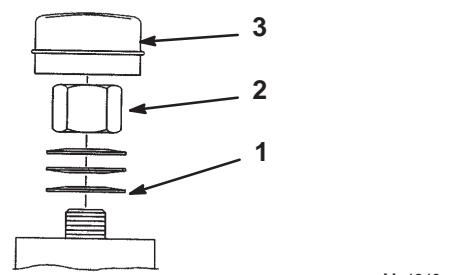

Figure 52
3. Retirez le capuchon anti-poussière de la roue et serrez le contre-écrou (Fig. 52).
4. Continuez de le serrer jusqu'à ce que les rondelles élastiques soient aplatis, puis desserrez-le de 1/4 de tour pour obtenir la précharge correcte des roulements (Fig. 52).
Important Veillez à installer les rondelles comme illustré à la Figure 52.
5. Replacez le capuchon anti-poussière (Fig. 52).